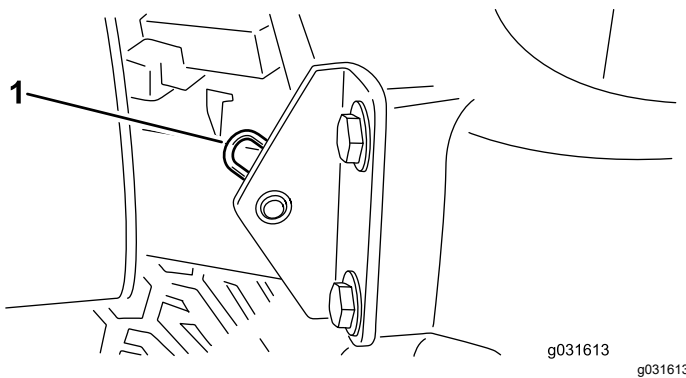

Figure 31
2. Retirez la goupille fendue qui fixe le pivot de capot aux supports (Figure 31).